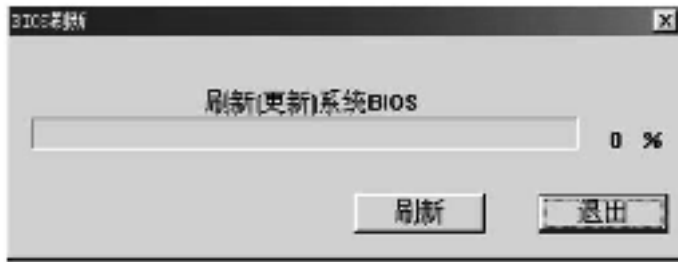

图 2-18 刷新 BIOS 过程
3) 将原 BIOS 文件备份后, 即可进行刷新操作了。单击“打开”, 选择需要更新的 BIOS 文件后, 程序会提示是否更新 BIOS, 单击 Update 或“刷新”按钮即开始刷新, 如图 2-18 所示。